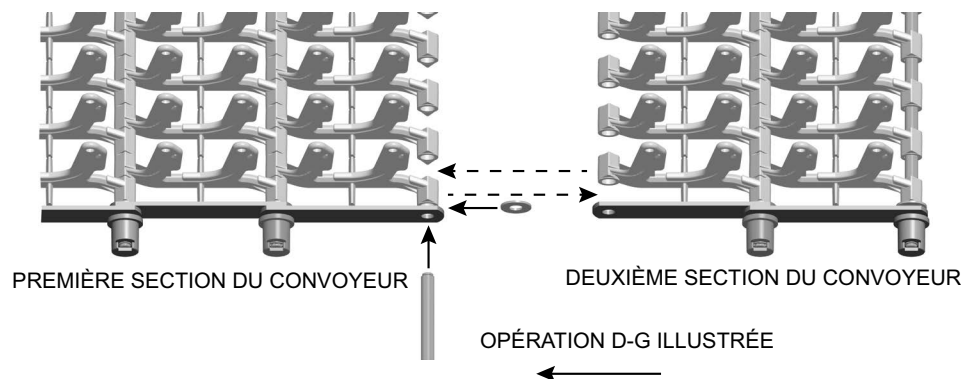

Fig. 41
- Retirez la roulette du convoyeur de l'extrémité de la dernière tige du convoyeur dans la première section. Retirez ensuite la tige et conservez la roulette et les rondelles pour les réinstaller plus tard. Pour joindre les sections, faites passer la tige au travers des barres latérales et des rondelles, puis au travers des premiers maillons, en alternant entre les maillons de la première et deuxième section, et puis au travers de la rondelle et barre latérale de l'extrémité opposée. Terminez l'installation en vissant la roulette avec une nouvelle bague de retenue (Fig. 41 et 42). Faites tourner la roulette pour vous assurer que la bague de retenue est bien installée sur la tige du convoyeur. Utilisez toujours une nouvelle bague de retenue pour vous assurer que la tige du convoyeur soit bien serrée. Répétez ces étapes pour joindre chacune des sections suivantes.